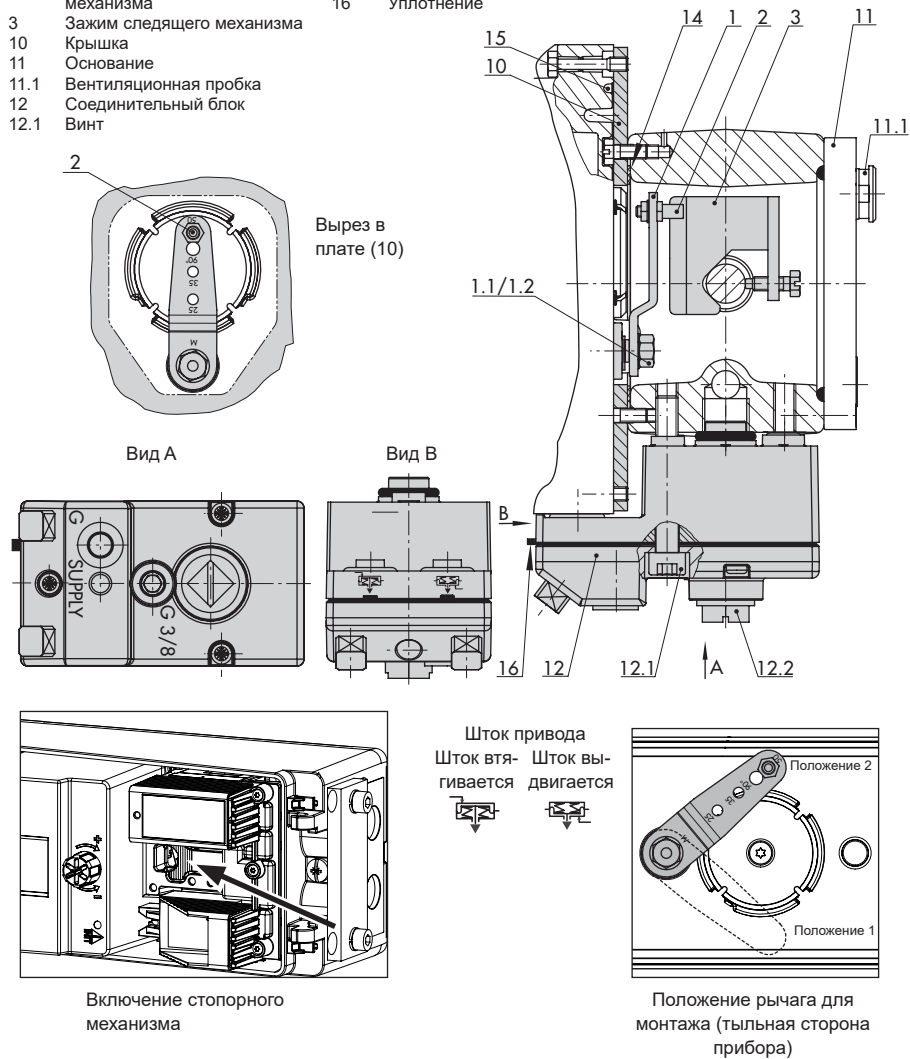
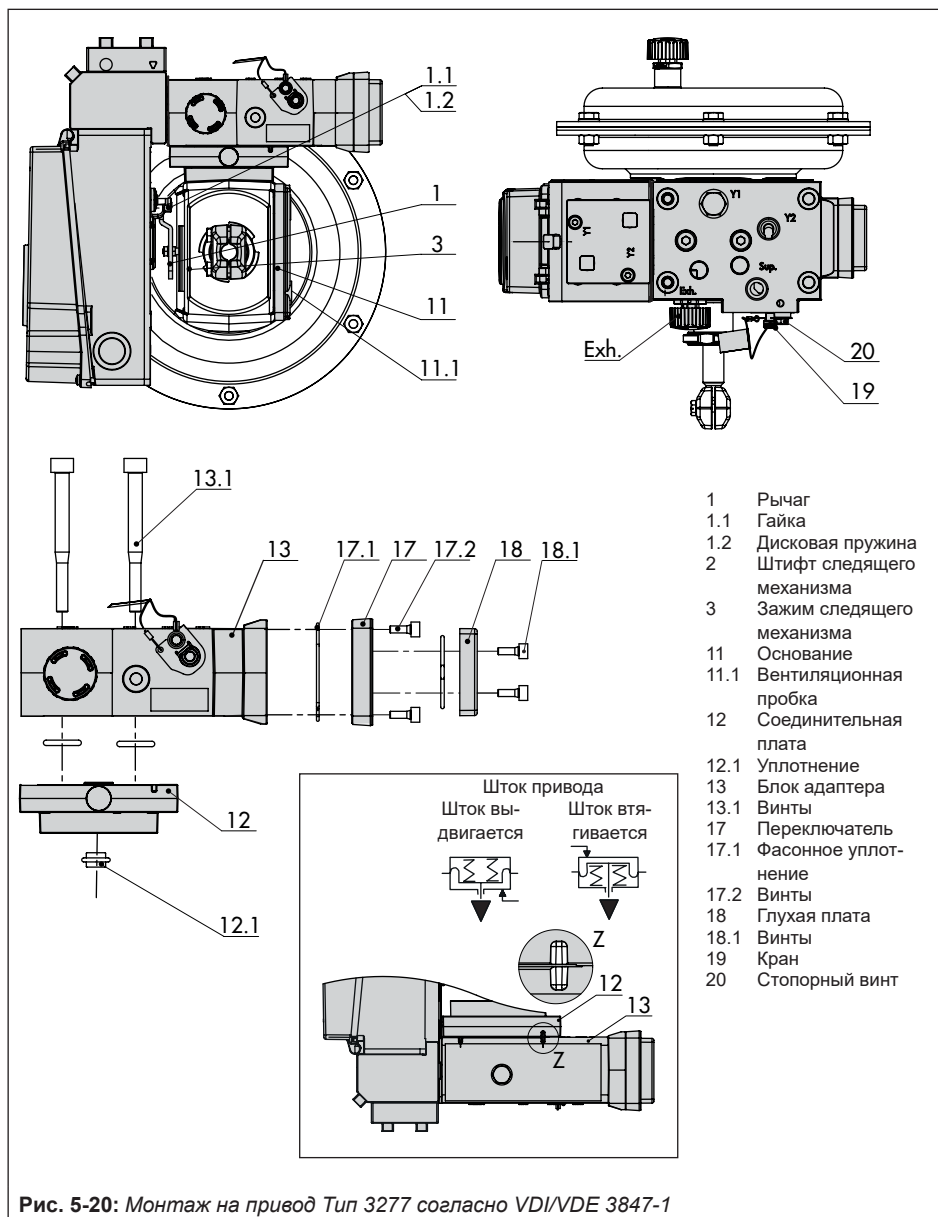

Рис. 5-15: Прямой монтаж на привод Тип 3277 площадью 240, 350, 355 и 750 см²
Рис. 5-20: Монтаж на привод Тип 3277 согласно VDI/VDE 3847-1
отвёртку в паз узла конечных выключателей и удерживайте вал в положении 2, см. Рис. 5-15.
→ См. Рис. 5-15
ние 1), а затем поверните его в положение 2 (см. Рис. 5-15, внизу справа).
6. Используйте стопор вала (см. Рис. 5-15, внизу слева), чтобы зафиксировать рычаг в положении 2. Если в позиционер встроены конечные выключатели, см. гл. 5.2.4.
7. Установите позиционер на крышку таким образом, чтобы следящий штифт (2) расположился на верхней стороне зажима следящего механизма (3). Рычаг (1) должен укладываться на зажим следящего механизма усилием пружин. Закрепите позиционер тремя крепёжными болтами на защитной плате (10).
8. Проверьте, установлен ли выступ уплотнения (16) сбоку на соединительном блоке таким образом, что символ привода "шток привода выдвигается" или "шток привода втягивается" соответствует исполнению привода. В ином случае необходимо удалить три крепёжных болта, снять крышку и заново уложить уплотнение (16) в перевернутом на 180° положении.
9. Установите соединительный блок (12) с уплотнительными кольцами на позиционер и раму привода, после чего затяните крепёжный болт (12.1). У привода "шток привода втягивается" дополнительно удалите заглушку (12.2) и установите внешнюю трубку регулирующего сигнала.
10. Установите крышку (11) на противоположной стороне. Следите за тем, чтобы при установленном регулирующем клапане вентиляционная заглушка была обращена вниз, так как это необходимо для оттока скопившейся конденсационной влаги. Выходы 238 и 79 должны быть закрыты заглушками, см. гл. 5.5.
- ➔ См. Рис. 5-20
9. Зафиксируйте вал подготовленного позиционера (см. гл. Рис. 5-15 внизу слева), и удерживайте рычаг в положении 2.
10. Установите позиционер таким образом, чтобы следящий штифт (2) расположился на верхней стороне зажима следящего механизма (3). Рычаг (1) должен укладываться на зажим следящего механизма усилием пружин.
11. Закрепите позиционер при помощи двух крепёжных болтов (6.3) на блоке адаптера (13), следя за правильностью положения фасонного уплотнения (6.2) (см. Рис. 5-20).
12. Установите крышку (11) на противоположной стороне. Следите за тем, чтобы при установленном регулирующем клапане вентиляционная заглушка была обращена вниз, так как это необходимо для оттока скопившейся конденсационной влаги.